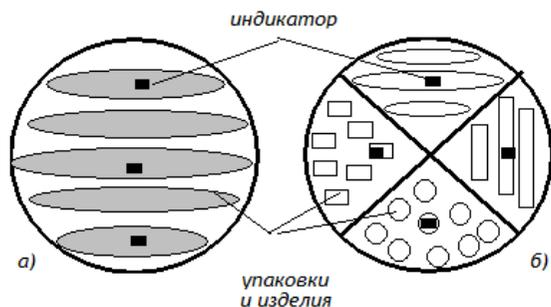

Рис.2 Схема расположения индикаторов в стерилизационной коробке при видовой и целенаправленной закладках (а), при секторальной закладке изделий (б)
- между складками или слоями изделий из паронепроницаемых материалов (полимерные плёнки, клеёнка). В индивидуальную упаковку с трудностерилизуемыми изделиями (одноразовые упаковочные пакеты и свёртки) помещают не менее одного индикатора. В стерилизационную коробку (бикс) при видовой и целенаправленной закладке с трудностерилизуемыми изделиями помещают не менее трёх индикаторов: один в середину изделия в центре стерилизационной коробки и два в середину изделий, находящихся у стенок (рис.2, а). При секторальной закладке изделий (рис. 2, б) в каждый сектор помещают не менее одного индикатора в середину трудностерилизуемого изделия.